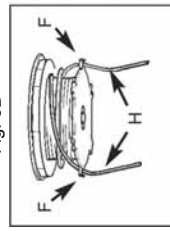

Fig. 9D
6. Fate passare le apposite fini del filo (H) nei fori (F) sulla parte opposta della bobina (fig. 9D).